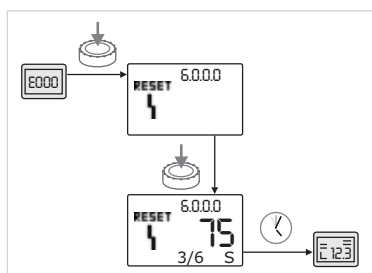

Fig. 54: Квитирование ошибки типа В (X < Y)
- Если текущая частота возникновения ошибки меньше, чем максимальная частота возникновения ошибки (рис. 54):